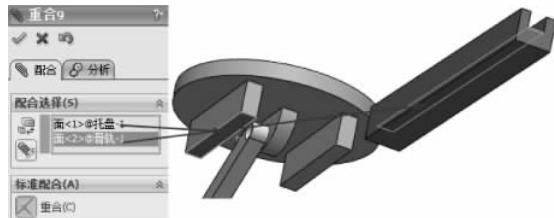

图 3-185 重合配合
(17) 选择【标准配合】选项组下的【重合】配合类型，在【要配合的实体】选择框中选择如图 3-185 所示的面，其他保持默认，单击【确定】按钮 ，完成重合配合。